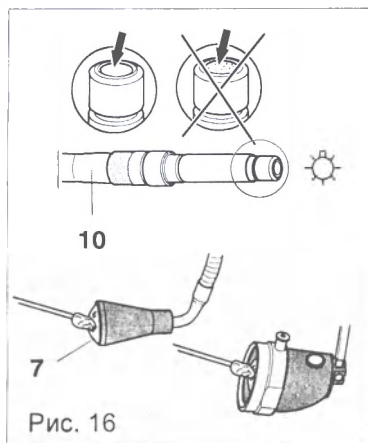

Рис. 16
- ◇ Очищайте все части головной лампы за исключением отдельных волоконных световодов и стерилизуемой гильзы (13) мягкой тряпкой, смоченной средством дезинфекции поверхностей или алкоголем. Придерживайтесь указаний изготовителя дезинфекционного средства!
- ◇ Налеты и остатки на линзе конденсора и на торцевых поверхностях волокна волоконного световода (10) удаляйте ватным тампоном, смоченным алкоголем (на деревянной палочке, а не на металлической или пластмассовой). (см. Рис. 16).